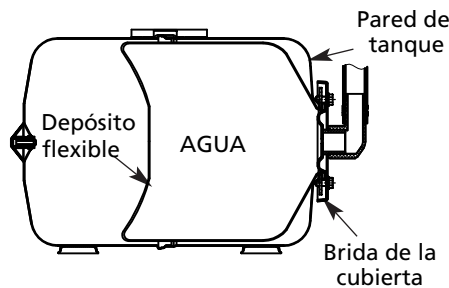

Figura 22A Instalación y Asentamiento Correctos
11. Limpie la superficie de sellado y la ranura de la brida de la cubierta; colóquela en el tanque (véase la Figura 22A).